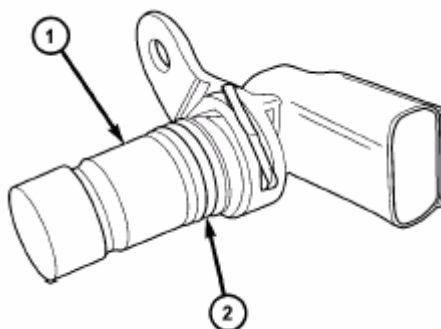

Рис. 7. Датчик положения коленчатого вала и уплотнительное кольцо:
4. проверьте состояние уплотнительного кольца датчика 2 (рис. 7).